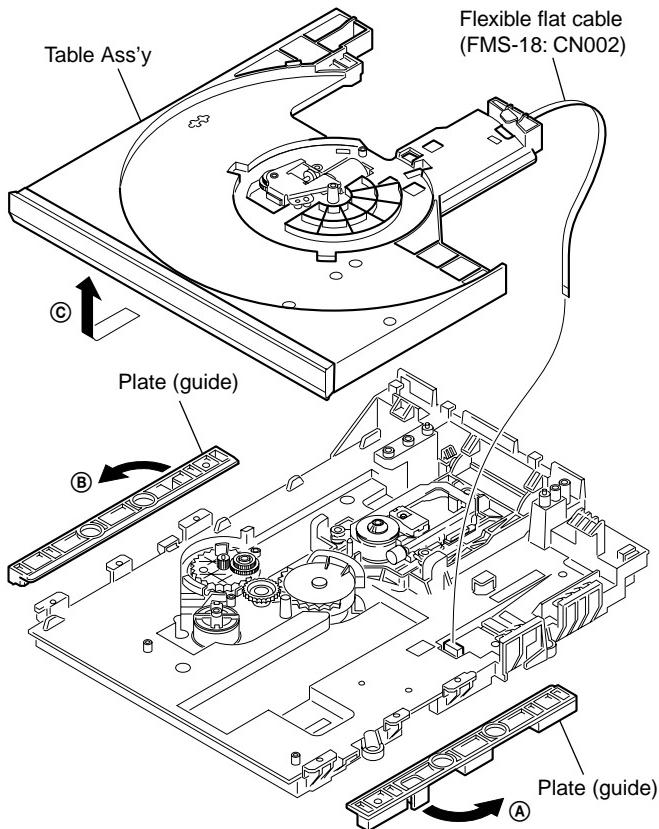

Fig. 4
- 4) Remove the Flexible flat cable (See Fig. 4).